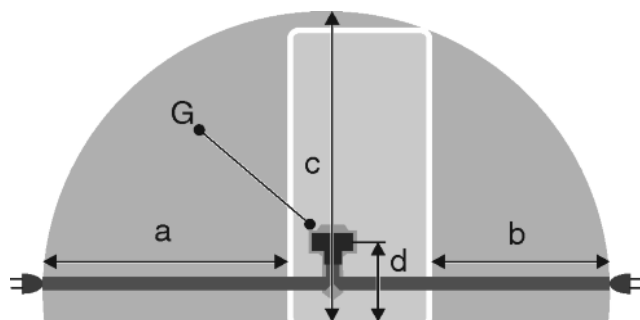

Fig. 28
- Zásuvka leží mimo oblast zadní stěny spotřebiče v dané oblasti Fig. 28 (a, b, c).
- ▶ Zástrčku spotřebiče Fig. 28 (G) zastrčte na zadní straně spotřebiče. Dávejte pozor na správné zaklesnutí.